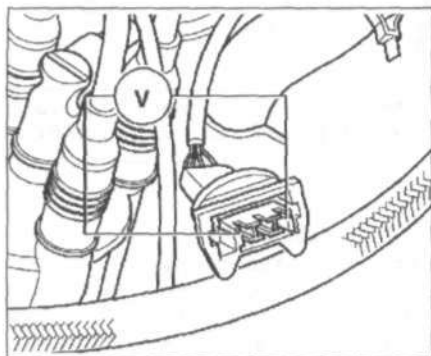

Рис. 5.62. Присоедините мультиметр с помощью проводов от V.A.G 1594 к наружным контактам разъема проводки.
2. Присоедините мультиметр с помощью проводов от V.A.G 1594 к наружным контактам разъема проводки (рис. 5.62).